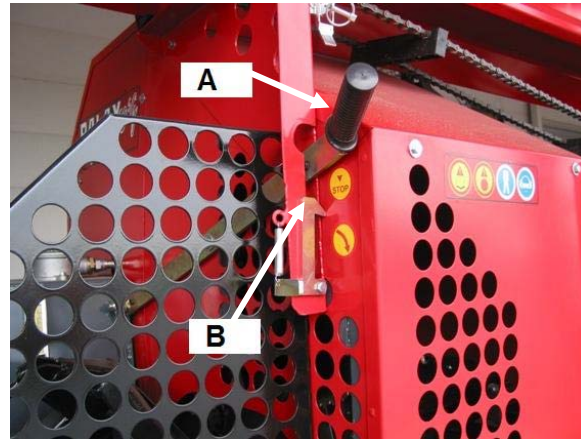

Fig. 7
3.4 Levier de débrayage de la transmission, Fig. 7